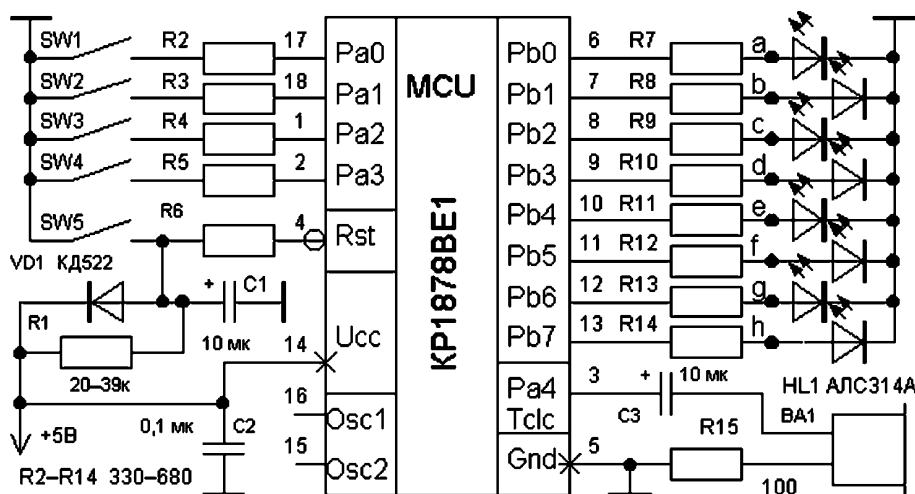

рис.1
Минимальный вариант включения МК не требует резонансных цепей (используется внутренний генератор 50 кГц), но предполагает формирование сигнала сброса, обычно, интегрирующей цепью. На рис.1 это R1C1, а защитный диод разряжает конденсатор, когда пропадает питание. Одновременно резистор R2 (100 Ом...1 кОм) ограничивает возможный ток. С иными вариантами включения можно ознакомиться в [1].
Для проведения первых экспериментов по программированию рекомендуется собрать устройство (рис. 1), где МК принимает сигналы от кнопок SW1–SW4, а управляет цифровым сегментным индикатором и звукоизлучателем (например, наушниками, включенными последовательно с сопротивлением не менее 30 Ом. Индикатор может быть и с общими анодами диодов, тогда он подсоединяется не к нулю источника питания, а к линии питания +5В, и это нужно учесть в программе, выдавая на него инверсные сигналы. Кнопка SW5 служит для перезапуска программы в МК.
**Пример 2.** В процессе работы МК требуется принимать код из порта А, выделять из него три младших разряда и в соответствии с их значением, как числа, образовывать в порту В сигналы управления сегментным индикатором (рис. 1). При этом информацию о символах (от 0 до 7) разместить в РПЗУ команд.